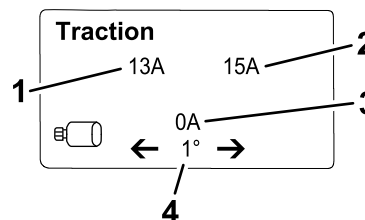

Figure 23
- **Écran d'information de déplacement (Figure 23)** : indique l'angle de braquage et l'intensité attribués à chaque moteur de traction.